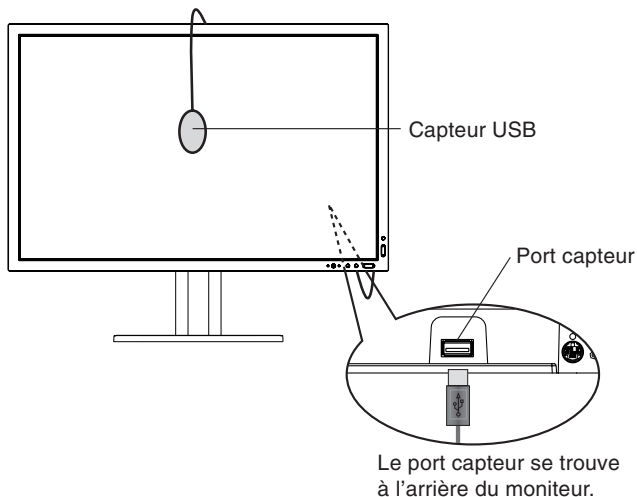

Figure S.1
1. Branchez le capteur USB sur le port capteur (**Figure S.1**).
7. Lors de la procédure, on vous demandera de placer le capteur USB au centre du panneau d'affichage (**Figure S.7**). Inclinez le panneau d'affichage d'environ 5° vers l'arrière et placez le capteur USB au centre du panneau d'affichage (**Figure S.1**).